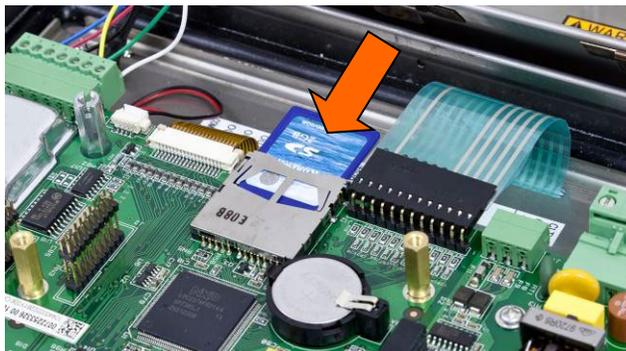

Abbildung 5-9: Einführen der SD-Speicherkarte
1. Unterbrechen Sie die Stromzufuhr zum Terminal, und führen Sie die SD-Speicherkarte ein, wenn sie nicht bereits installiert wurde. Die Position der SD-Speicherkarte entnehmen Sie Abbildung 5-9.
1. Unterbrechen Sie die Stromzufuhr zum Terminal und führen die SD-Speicherkarte ein, wenn sie nicht bereits installiert wurde. Die Position der SD-Speicherkarte entnehmen Sie Abbildung 5-9.
- 1. Unterbrechen Sie die Stromzufuhr zum Terminal und führen die SD-Speicherkarte ein, wenn sie nicht bereits installiert wurde. Die Position der SD-Speicherkarte entnehmen Sie Abbildung 5-9.